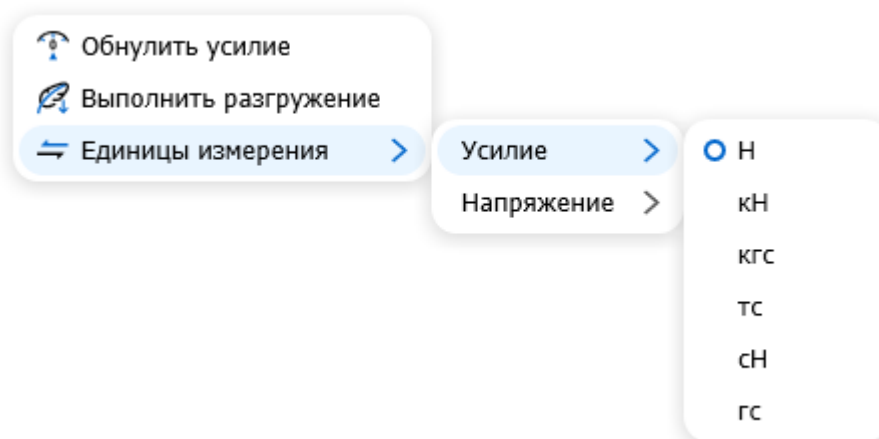
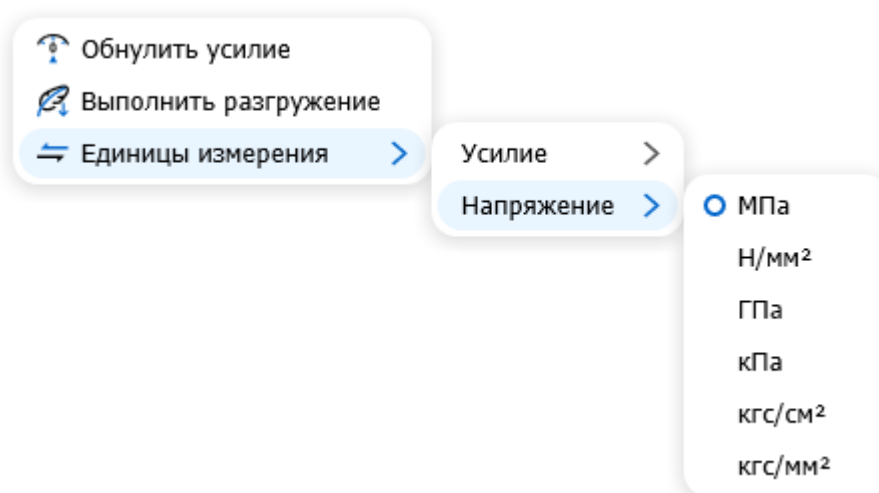

Рисунок 3.10
Рисунок 3.11
- «Единицы измерения» – переключение единиц измерения для усилия, напряжения и скорости нагружения (см. рис. 3.10 и рис. 3.11).